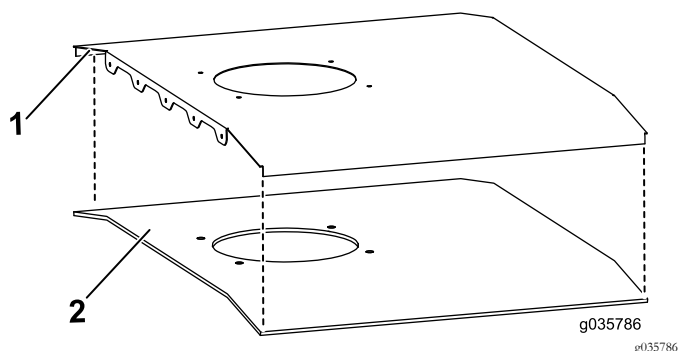

Figura 1
2. Applicate la schiuma sintetica alla piastra del soffitto, allineando il foro della ventola con i fori dei bulloni (Figura 1).